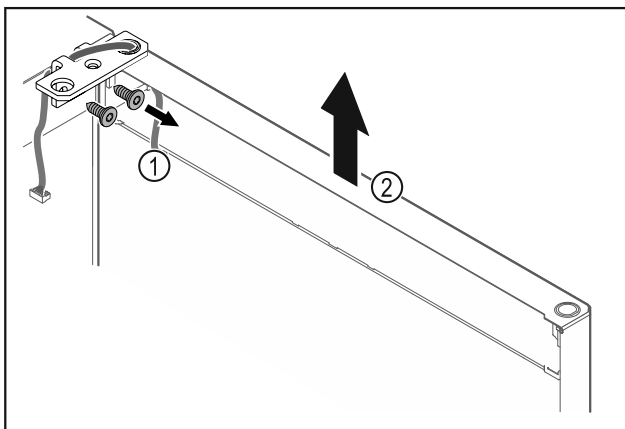

Fig. 22
- Scharnierhoek Fig. 22 (1) losschroeven.
- Deur inclusief scharnierhoek Fig. 22 (2) circa 200 mm recht omhoog tillen en verwijderen.